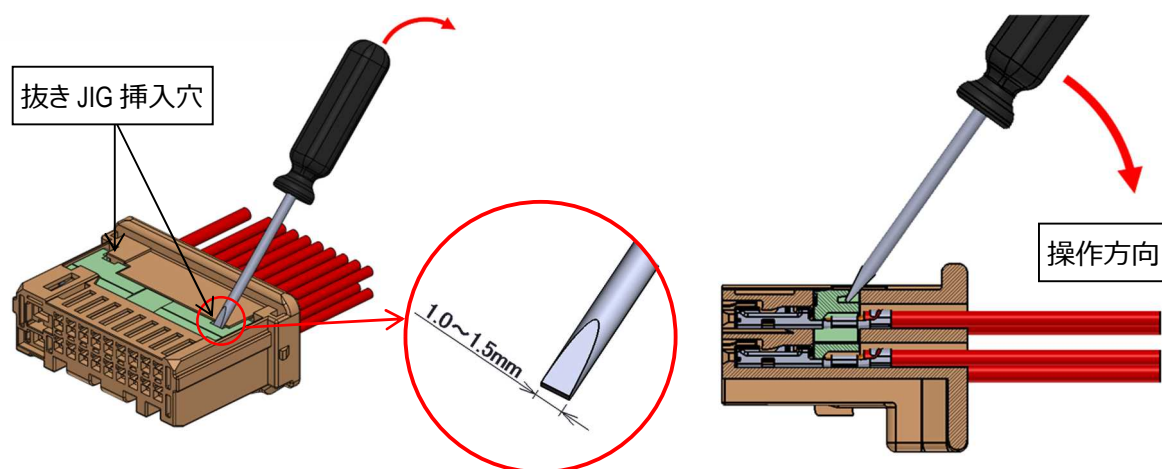

図 30.リテーナ解除方法
- ①破損・変形のあった場合は、使用せず新品と交換して下さい。
- ①メスハウジング底面(2か所)の抜き JIG 挿入穴部に 1.0mm~1.5mm 幅のドライバーを差し込み、リテーナを押し出してください。(図 30 参照)